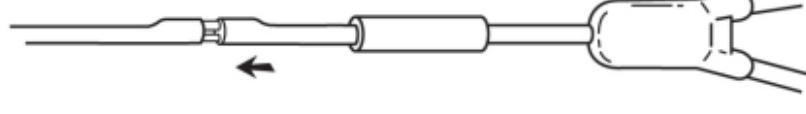

Fig. 5
5. Schuif de kleine en de grote metalen canules in de lumina van de katheter totdat het uiteinde van de vervangende kather op ongeveer 3 mm afstand van het uiteinde van de kather ligt (fig. 5).